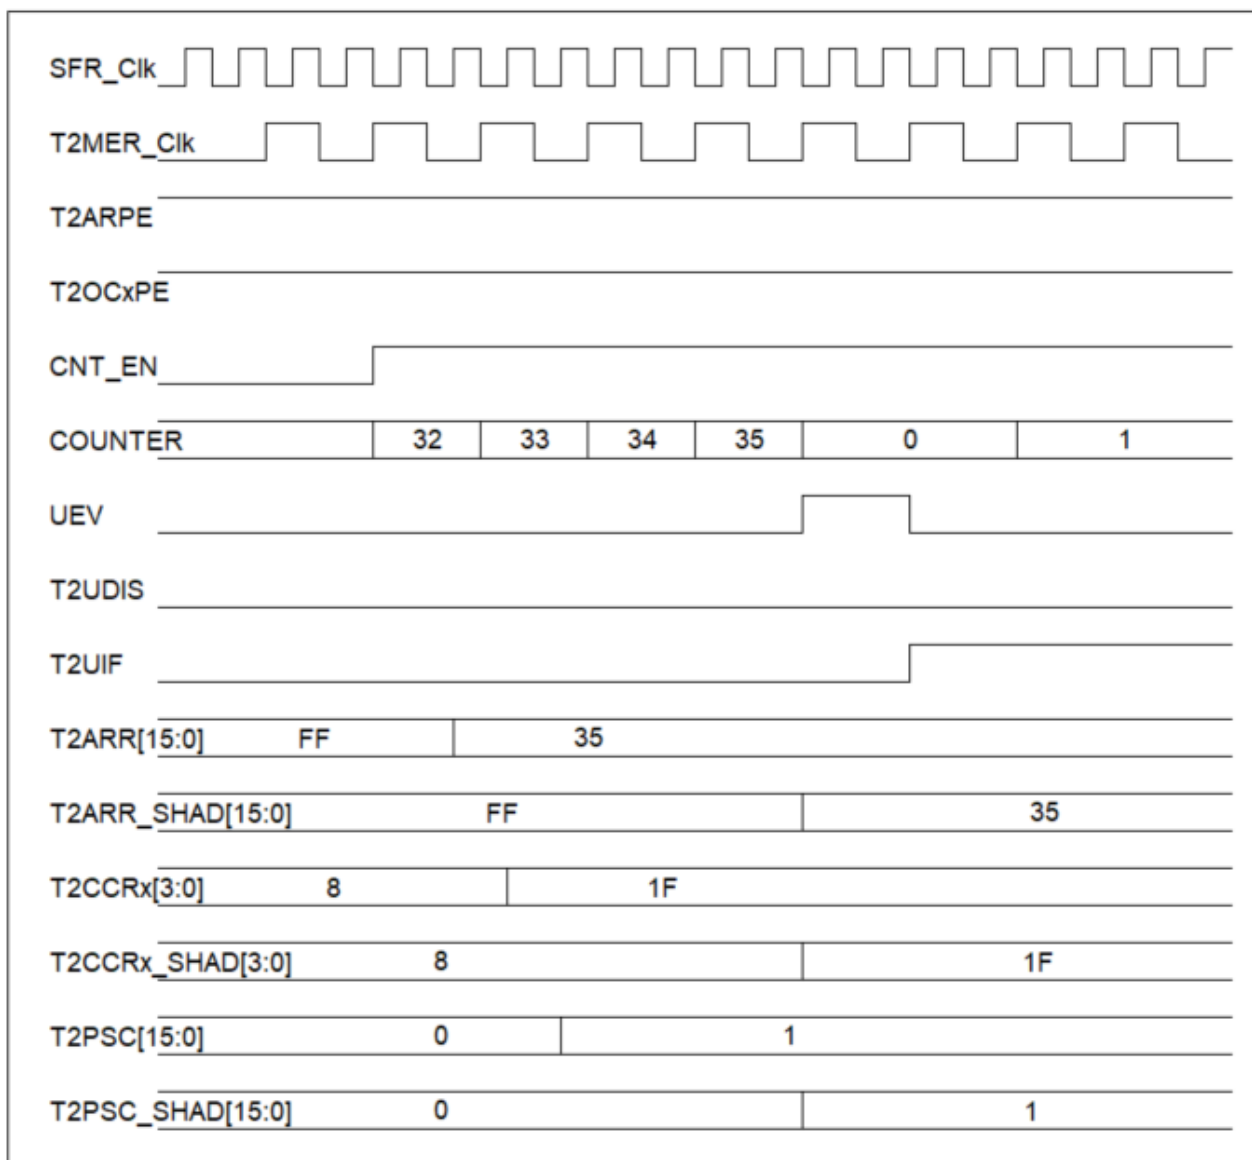

图 7-38 更新事件下，预装载寄存器的更新时序图
- 1.1 当计数器使能($T2CEN = 1$)，且其相应的预装载使能时($T2OCxPE / T2ARPE = 1$)，其影子寄存器将在产生更新事件时更新为预装载值，如图 7-38；